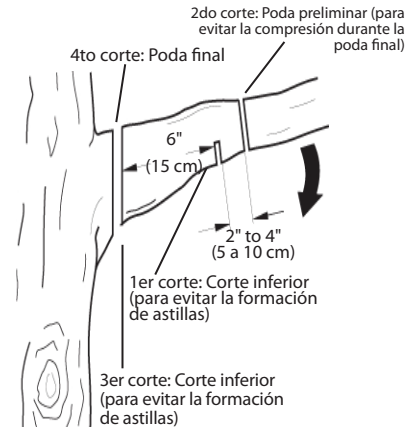

Figura 20- Poda de una rama
1. Haga el primer corte a quince centímetros del tronco del árbol, del lado inferior de la rama. Utilice el lado superior de la barra de guía para realinear este corte. Atraviese la rama hasta llegar a 1/3 de su diámetro. (vea la Figura 20).